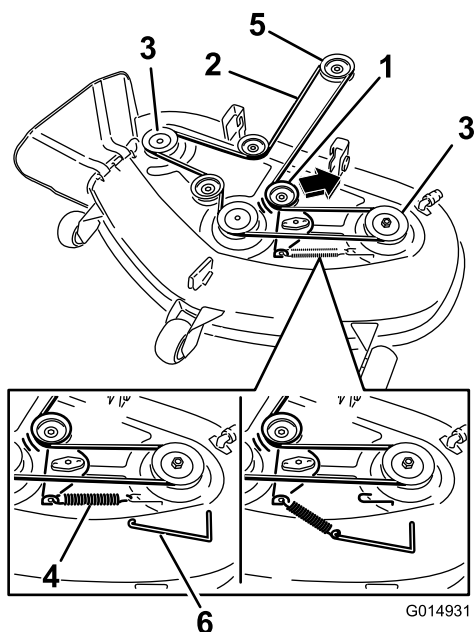

Figura 75
6. Utilize um removedor de molas (peça Toro n.º 92-5771), remova a mola intermédia do gancho da plataforma para retirar tensão da polia intermédia e role correia para fora das polias (Figura 74 e Figura 75).
- Coloque a nova correia em redor da polia do motor e nas polias do cortador (Figura 75).
- Utilize um removedor de molas, instale a mola intermédia por cima do gancho da plataforma para colocar tensão na polia intermédia e na correia do cortador (Figura 74 e Figura 75).